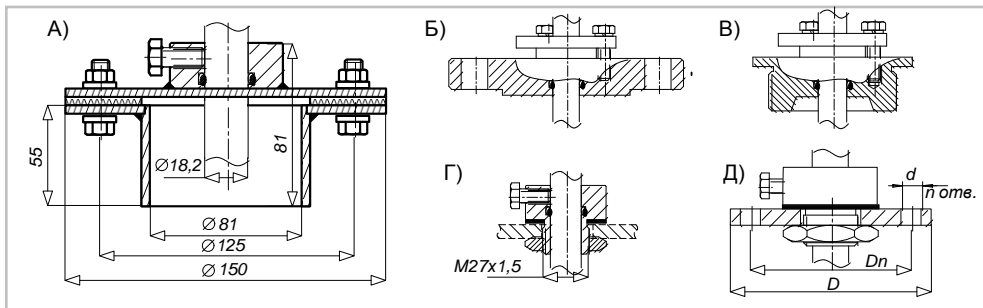

Рис. 8
Крепление преобразователя к верхней стенке (крышке, люку) резервуара может быть фланцевым, резьбовым (дюймовая или метрическая резьба), или по индивидуальному заказу. Основные типы крепления преобразователей приведены на рис. 8, где:
- «ПМП-128-**Ду80Р**» - комплектация с патрубком «Ду80Р» (рис. 8,А), содержащим все необходимые детали для крепления и герметизации;
- «ПМП-128-**Ф2-50-25,Р**» – фланцевое крепление по ГОСТ 12815-80, где: «2»-выступ, «50» - условный проход 50 мм, «25» - давление 25 кгс/см2 (рис. 8,В). Фланец может иметь любое исполнение по указанному стандарту;
- ПМП-128-**2",Р** – резьбовое крепление 2 дюйма (рис. 8,В).
- ПМП-128-**К2",Р** – крепление с конической резьбой 2 дюйма (рис. 8,В).
- ПМП-128 – **М27Р** (рис. 8,Г). Если толщина верхней стенки (люка) резервуара превышает 8 мм, то применяется штуцер с удлиненной резьбой: ПМП-128-**М27Р(50)** или ПМП-128-**М27Р(85)** - имеют длину резьбы 50 и 85 мм соответственно.
- ПМП-128-**Фланец М27Р, D..., Dn..., d..., n...** - комплектация с плоским фланцем произвольных размеров (рис. 8,Д).
- 2) Типы крепления, изображенные на рис. 8, А,Г,Д не предназначены для применения на резервуарах под давлением.